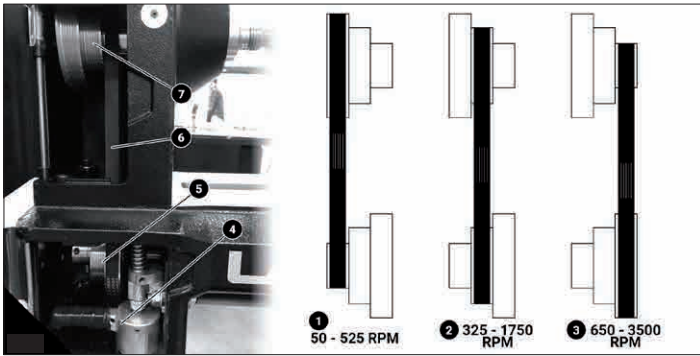

Abb. 13
**Abb. 13: Drehzahlstufe wechseln. (1) Niedrige Drehzahl 50-525 U/min (2) Mittlere Drehzahl: 325-1750 U/min. (3) Hohe Drehzahl: 650-3500 U/min. (4) Nockengriff für Spannen des Antriebsriemens. (5) Motor-Riemenscheibe. (6) Antriebsriemen. (7) Spindel-Riemenscheibe.**